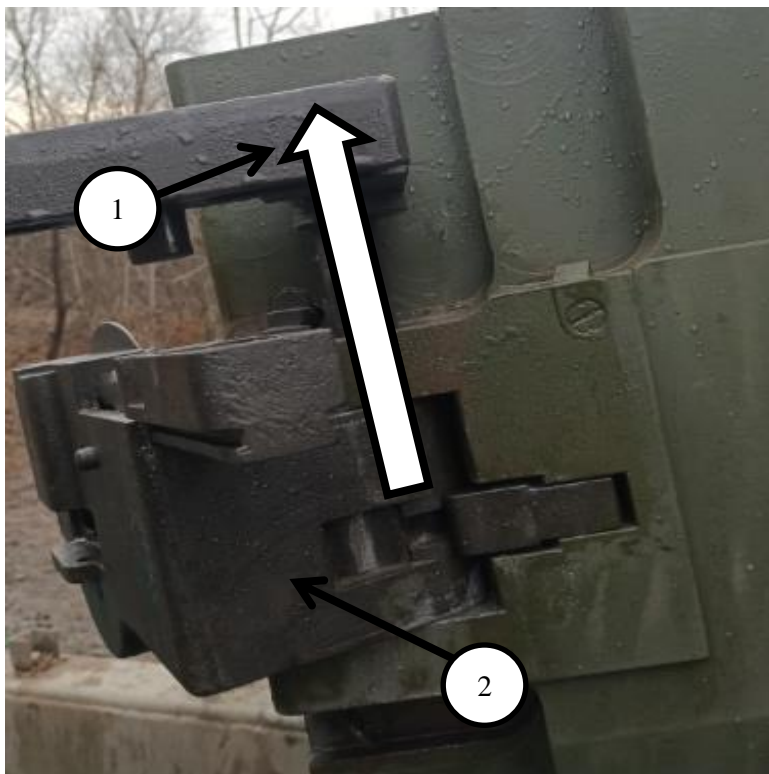

Рисунок 8
3. Действуя на плечо рукоятки, поднять рукоятку **1** (Рис. 8) вверх, повернуть рукоятку и оставить её соединённой с рамой затвора **2** (Рис. 8).